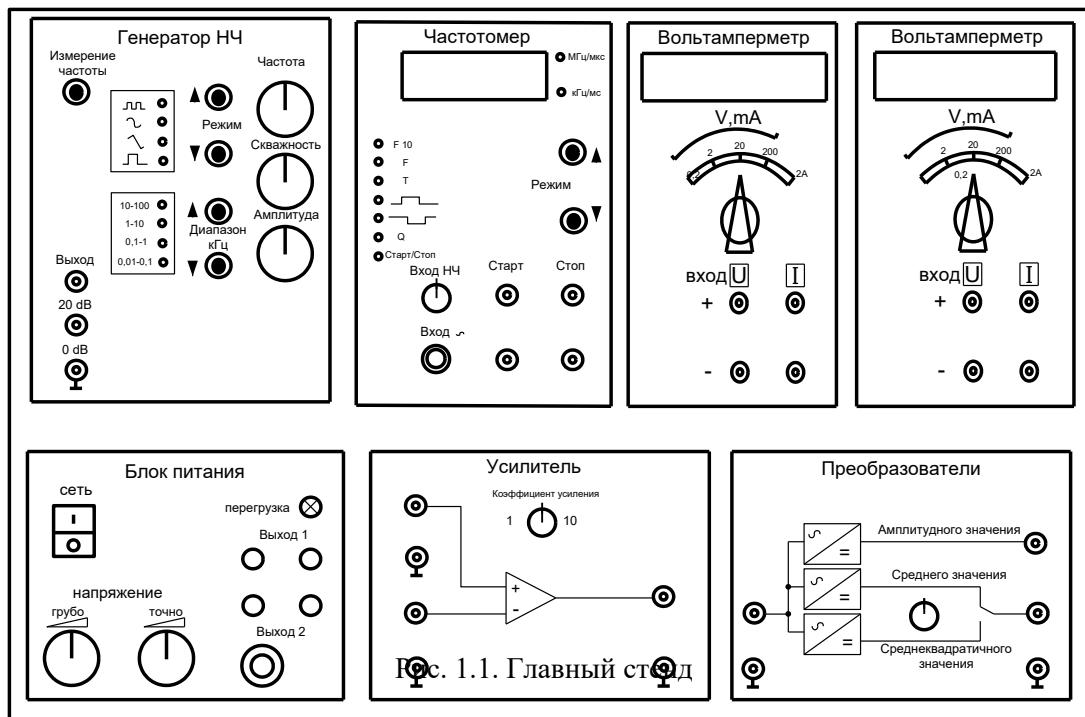
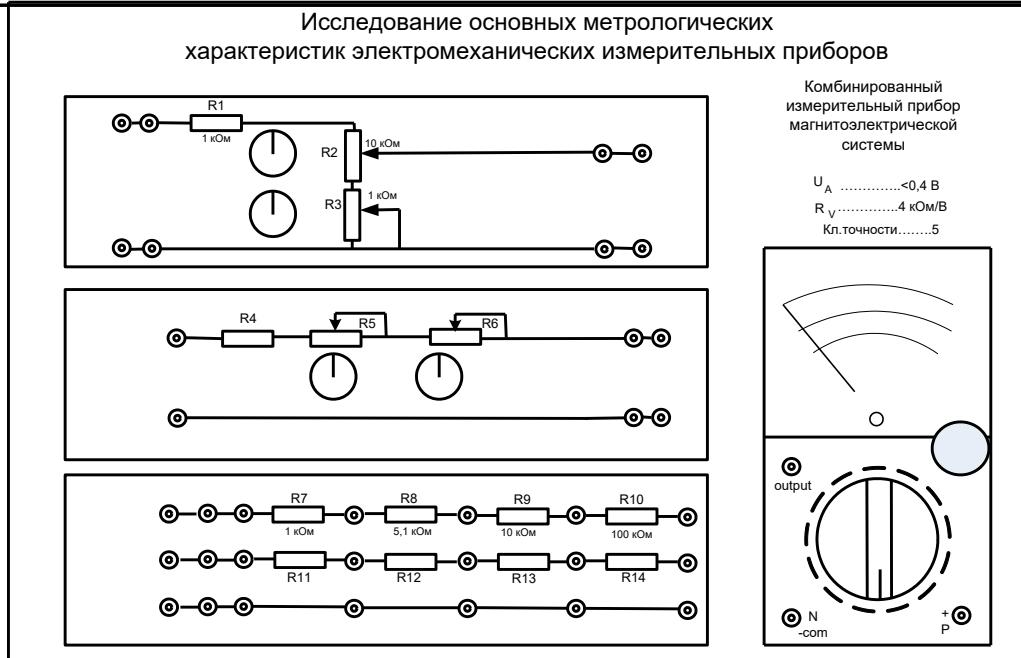
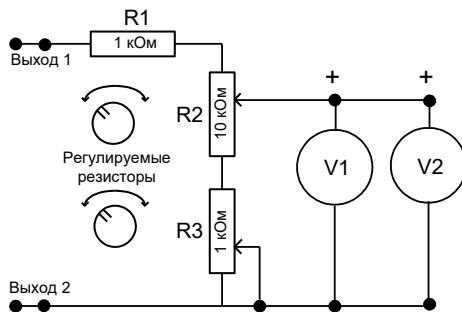
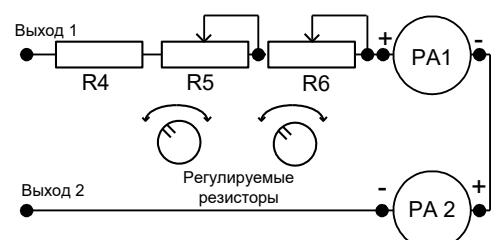

Рис. 1.1. Главный стенд
Рис. 1.2. Лабораторный стенд
Рис. 1.3. Схема подключения вольтметров
Рис. 1.4. Схема подключения амперметров
- а) соединить главный стенд 1 (рис. 1.1) с лабораторным стендом 2 (рис. 1.2).
- б) с помощью выходов 1 и 2 (рис. 1.1) подать напряжение на схему (рис. 1.3).
в) собрать цепь согласно рис. 1.3, где V1 – поверяемый вольтметр, V2 – образцовый вольтметр; R2 и R3 – регулировочные переменные резисторы, выход 1 и 2 (+/-) – питание с главного стенда (рис. 1.1).
Перед началом работы необходимо регулятор вольтметра V1 выставить по шкале 10 (лабораторный стенд), а регулятор вольтметра V2 – по шкале 20 (главный стенд). Регулируемые резисторы R2 и R3 (рис. 1.3) выставить на среднее положение.
- соединить главный стенд 1 (рис. 1.1) с лабораторным стендом 2 (рис. 1.2);
- собрать цепь согласно рис. 1.4, где PA1 – поверяемый, PA2 – образцовый миллиамперметры; R5 и R6 – регулировочные переменные резисторы.
Перед началом работы необходимо амперметры выставить по шкале. Регулируемые резисторы R5 и R6 (рис. 1.4) выставить на среднее положение. С помощью регулировки напряжения «грубо-точно» (рис. 1.1) выставить на поверяемом амперметре 5 мА.